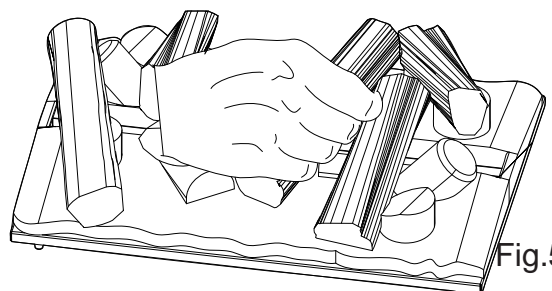

Fig.5
1. Нажмите выключатель "А" в положение "ВЫКЛ" (0) .
4. Отсоедините электрический разъем, расположенный на правой стороне поддона. (Рис. 5)